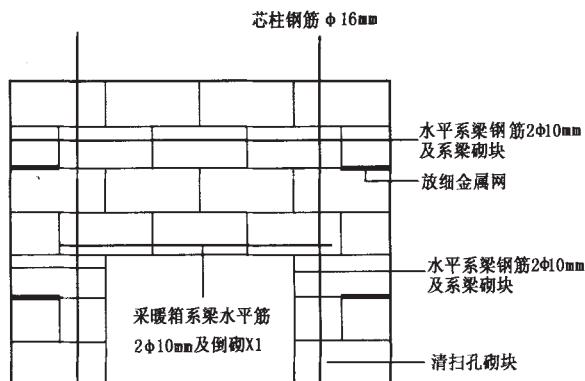

图5 采暖箱在墙体上的安装固定
6)本工程采用一户一阀采暖,采暖箱上的系梁由系梁块倒砌并放两根水平钢筋构成(如图5),当浇筑灌孔混凝土时,水平系梁自然形成,减少支模、加快施工速度、缩短工期、降低工程造价。